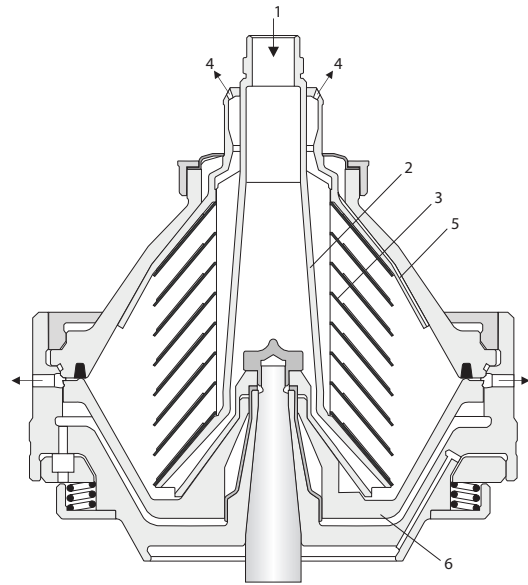

Fig. 2 Tamburo tipico per una centrifuga a espulsione dei solidi. I dettagli del disegno non corrispondono necessariamente alla centrifuga
Il processo di separazione avviene all'interno di un tamburo rotante. L'olio viene introdotto dall'alto nel tamburo rotante della centrifuga (Fig. 2) attraverso un tubo di ingresso stazionario (1) e viene accelerato nel distributore (2), che è stato espressamente progettato per garantire una lenta accelerazione del liquido in ingresso. Lasciando il distributore, l'olio entra nel pacco dischi di separazione (3). La separazione olio-acqua-solidi avviene tra i dischi; la fase oleosa si sposta verso il centro del pacco dischi e fluisce nella camera di raccolta superiore (4). L'acqua e i solidi pesanti separati dall'olio si spostano verso la periferia, mentre l'acqua fluisce attraverso i canali del disco superiore (5) nella camera di raccolta inferiore. I solidi si accumulano alla periferia, da dove vengono scaricati a intervalli nell'apposito raccogliitore posto sotto il tamburo. Lo scarico dei solidi avviene per mezzo di un sistema idraulico che, a intervalli preimpostati, spinge verso il basso il fondo mobile del tamburo (6) causando l'apertura delle porte dei solidi lungo la periferia del tamburo.